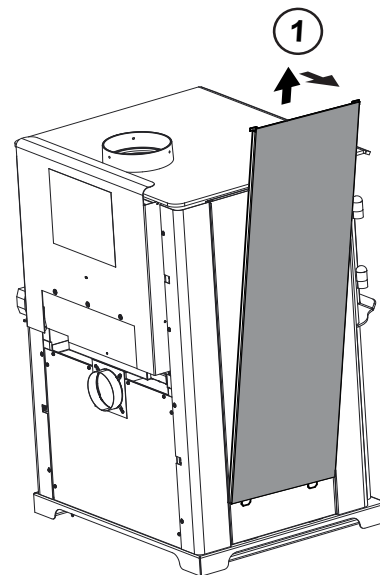

Figure 24.4
1. Retirez le panneau complet du côté en le soulevant et en le retirant de l'appareil (utilisez un outil plat afin de forcer le bas au besoin) (Figure 24.4).